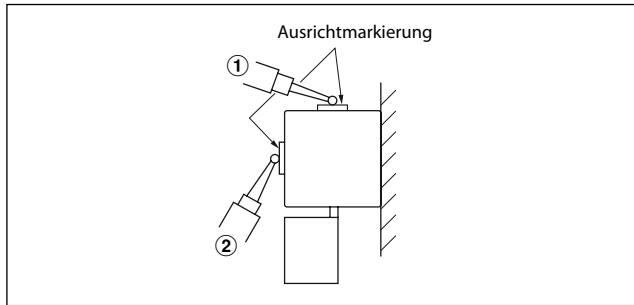

Abb. 3-7 Prüfung der Parallelität zwischen Maßstab und Maschinentischbewegung
(4) Messung der Parallelität des Maßstabs zur Bewegung des Maschinentisches
Eine Tastermessuhr direkt an der Stelle ansetzen, wo sich die Ausrichtmarkierung (① in der folgenden Abb. 3-7) an der Seite des Maßstabs befindet, und prüfen, ob der Maßstab einwandfrei parallel zur Bewegung des Maschinentisches eingebaut ist.
Die Meßuhr auf das jeden Ausrichtmarkierung setzen, wie in ② in Abb. 3-7, um die Parallelität zu messen und den Unterschied in das Ablesen zwischen die Ausrichtmarkierungen zu innerhalb von 0,15 mm ausrichten. Bei Maßstäbe mit einer mittleren Fußplatte (Messlänge 1250 bis 1600 mm) muss sichergestellt werden, dass die Parallelität in der Nähe dieser Fußplatte ebenfalls 0,15 mm nicht überschreitet.